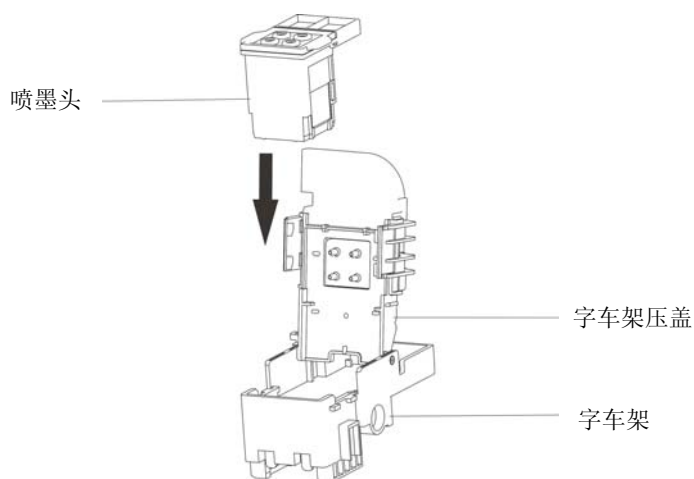

图 A-7 安装喷墨头
- ⑤ 将喷头垂直安装在字车架上并按压到位（如图 A-7 所示）。